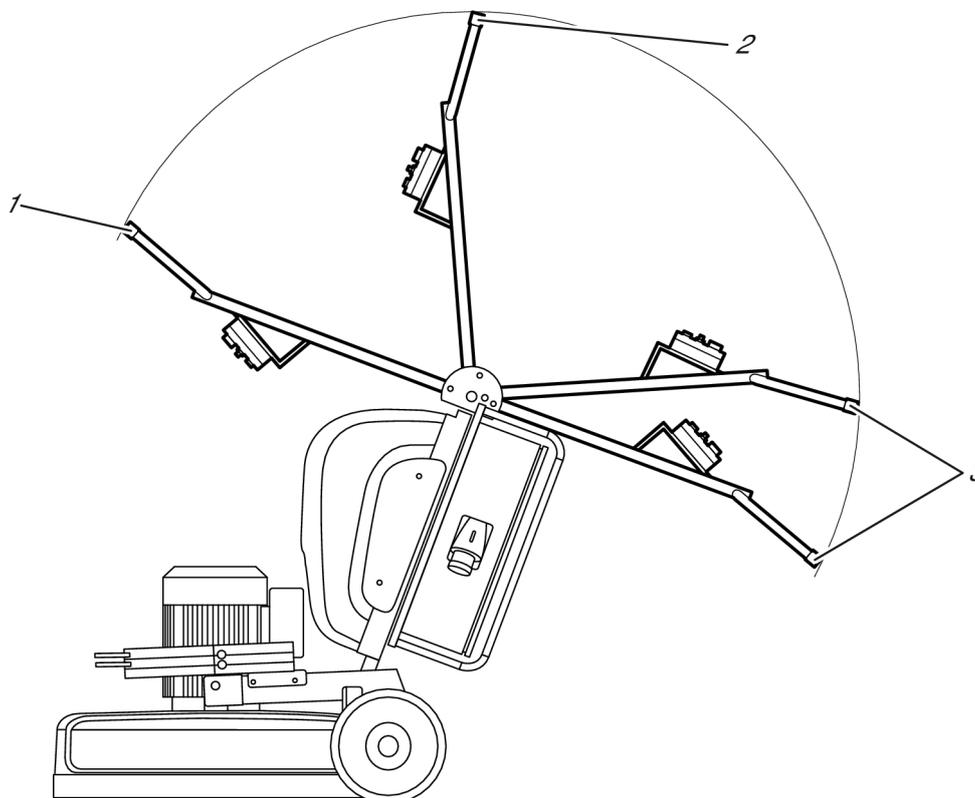

Figure 4-1. Positions d'inclinaison de la poignée
1. Rabattez la poignée en arrière, voir Figure 4-1, page 15.
4. Réglez la poignée à la hauteur de travail, voir Figure 4-1, page 15.